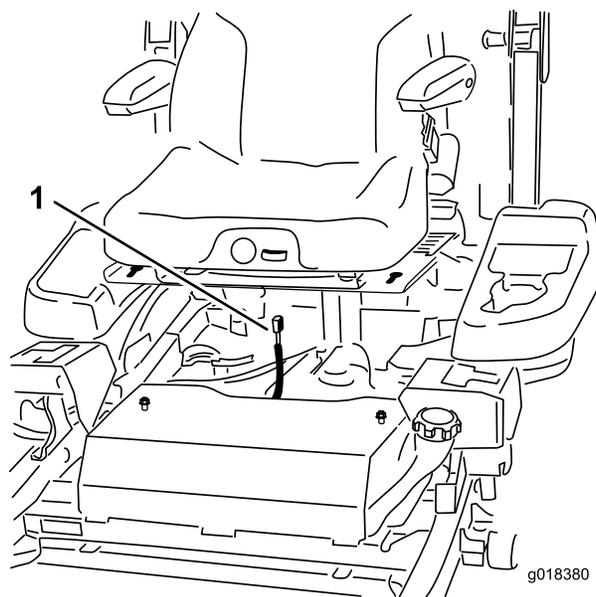

Figure 63
9. Débranchez le connecteur du faisceau du commutateur de siège situé sous le siège (Figure 63).